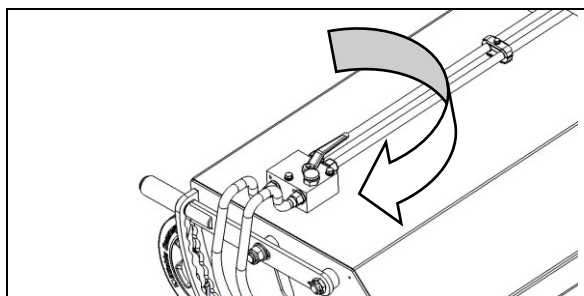
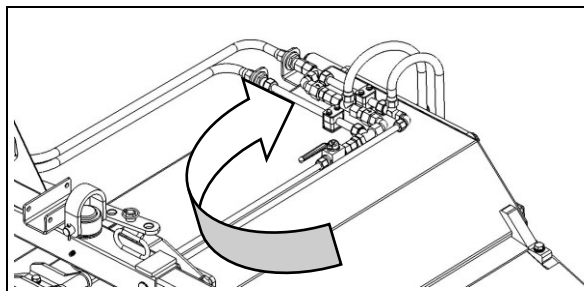

Fig. 4.13
Fig. 4.14
- Åbn stophanen til sidefejmaskinens hydraulikmotor (fig. 4.13) og opsamlingsbeholderens hydraulikcylinder (fig. 4.14).